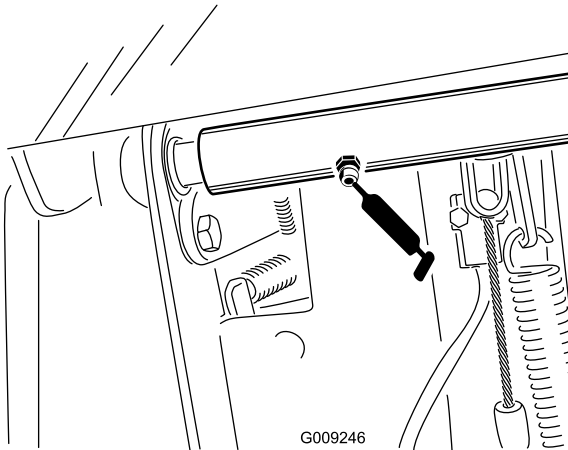

Bild 49
- Bremsstangen-Drehlager (1) (Bild 49)